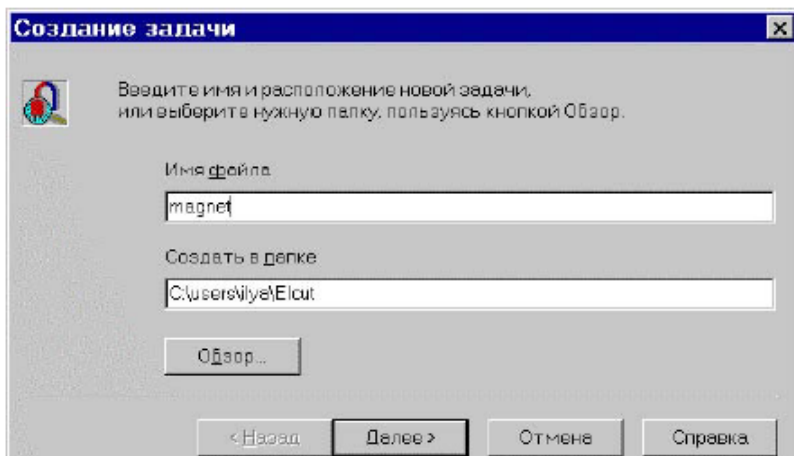

Рис. 4. Окно выбора расположения задачи
2. Щелкните мышью строку задача ELCUT и затем нажмите ОК. Появится новое окно, приглашающее ввести имя и расположение новой задачи (рис. 4). При необходимости перейдите в нужную папку в поле «Создать» в папке или используйте кнопку «Обзор».